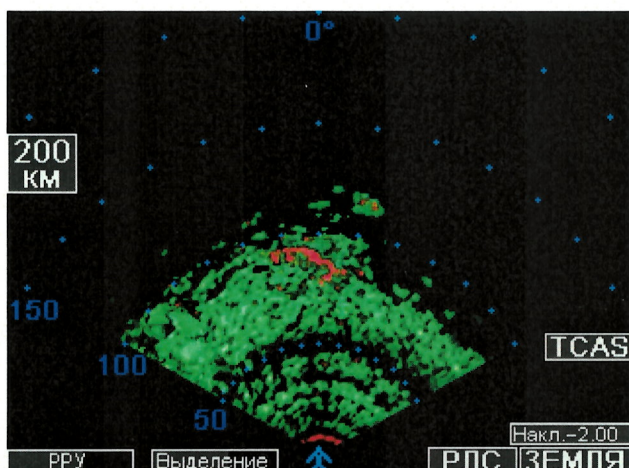

Рисунок 8 - Изображения сигналов на экране индикатора СЭИ в режиме ЗЕМЛЯ
- 3.1.5.1 Режим ЗЕМЛЯ предназначен для навигационного ориентирования по характерным наземным объектам. В этом режиме изделие обеспечивает получение на экране СЭИ радиолокационного изображения земной поверхности (рис.8). Отражённые сигналы, приходящие от различных участков земной поверхности и наземных сооружений, отображаются на экране различными цветами: